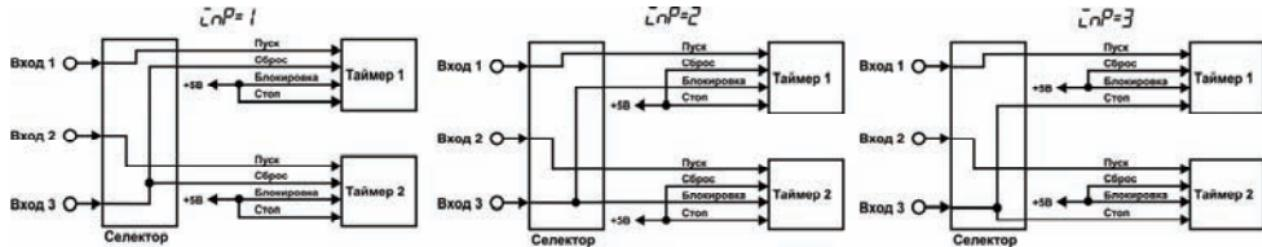

Рисунок 13
3.1.4.1 **Раздельный запуск** таймеров осуществляется по первому и второму входам прибора соответственно при значениях  $\text{ЛпР}=1$ , 2 или 3. Третий вход прибора может быть подключен соответственно к входам «Сброс», «Блокировка» или «Стоп» одновременно обоих таймеров (рисунок 13).